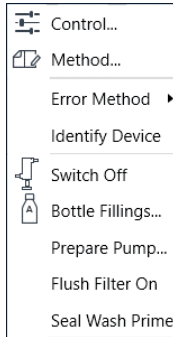

Figure 7 Menu contextuel
- Changez le solvant de rinçage de joint et déclenchez la fonction Amorçage du rinçage de joint depuis le menu contextuel (voir la Figure 7, page 13).